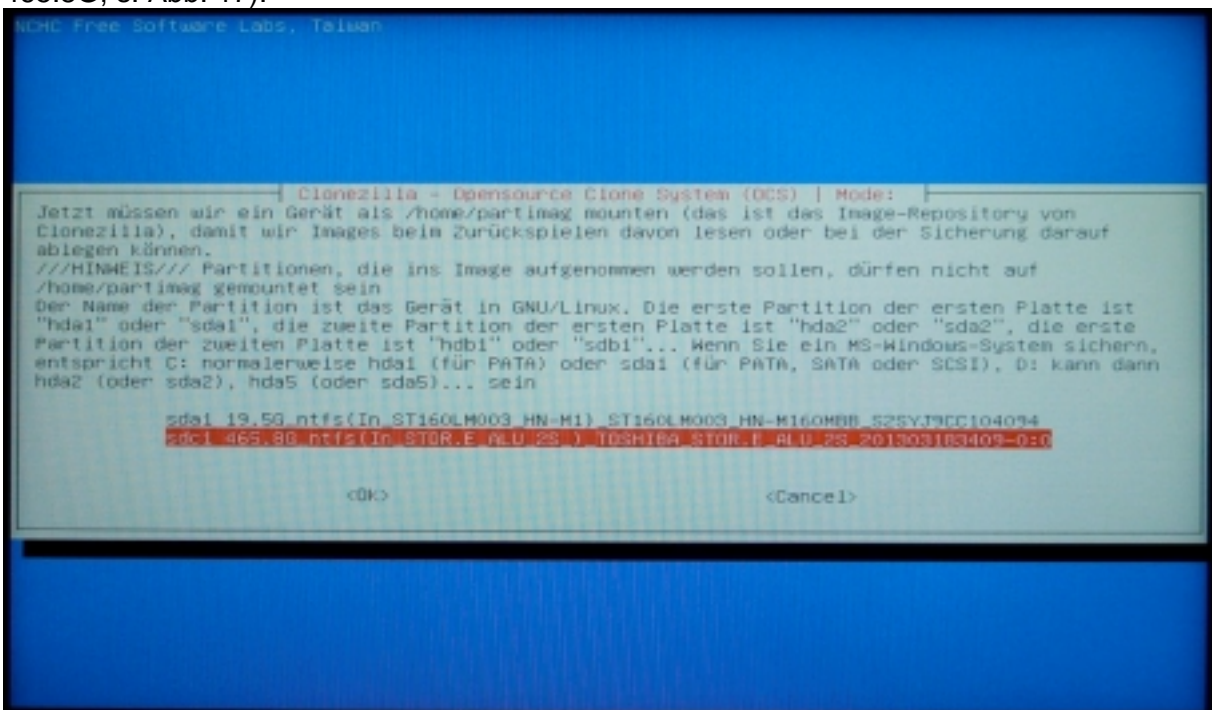

Abb. 17
**WICHTIG:** Wählen Sie als Speicherort für die Festplattenkopie das externe Speichermedium aus (also USB-Stick bzw. USB-Festplatte; in diesem Beispiel "sdc1 465.8G, s. Abb. 17).